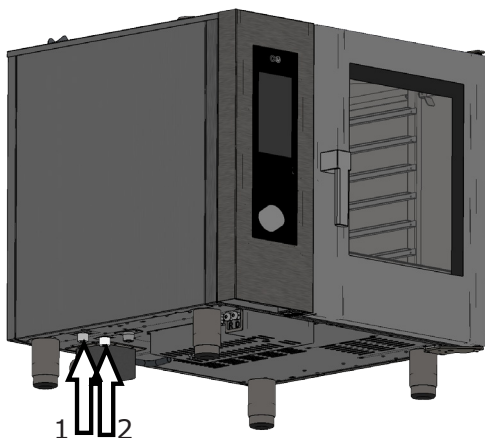

Fig.6
El horno tiene dos entradas para agua. Una para el agua de la red(1) y uno para el agua dulcificada(2). (Fig.6).